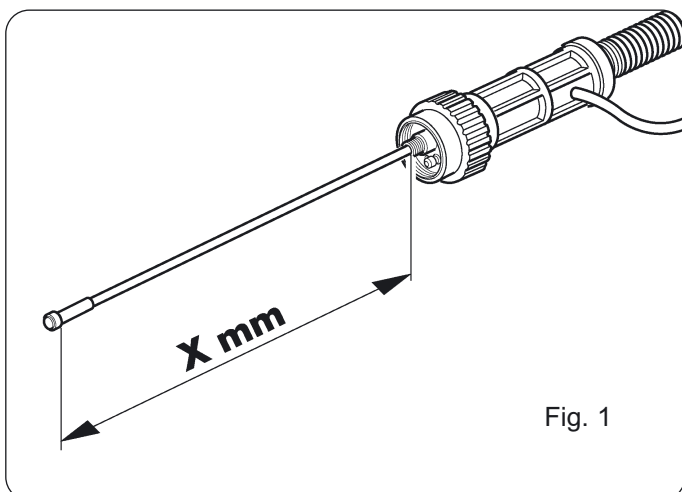

Fig. 1
- De binnenspiraal is langer dan de toorts en steekt **X** mm uit (zie afb. 1).
- Meet het uitstekende gedeelte nauwkeurig (zie afb. 1).
- Höljet är längre än brännaren och sticker ut **X mm** (se fig. 1).
- Mät den utstickande delen noga (se fig. 1).